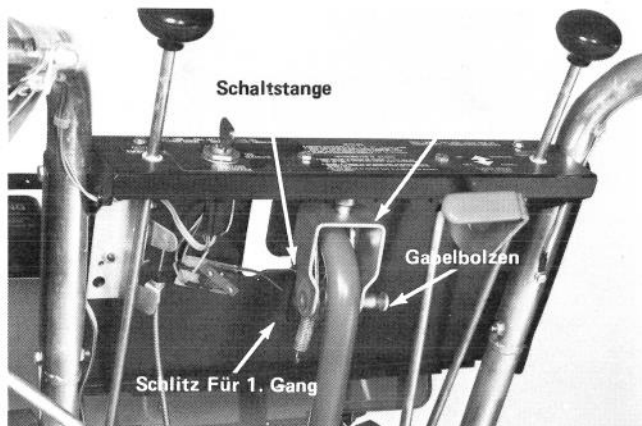
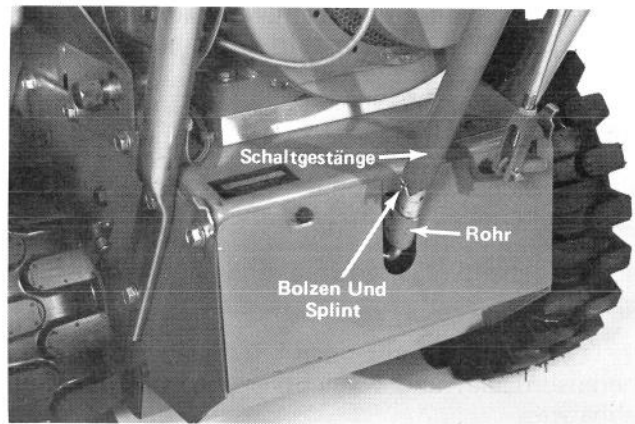

Abb. 5
Abb. 7
1. Die Schaltstange von hinten auf das untere Rohr schieben (Abb. 7) und den Gangschalthebel durch den Schlitz für den 1. Gang in der Bedienungskonsole stecken (Abb. 5). Dann die Bohrungen in der Schaltstange und Schaltgabel zur Deckung bringen und den Gabelbolzen von rechts einführen (Abb. 5).
3. Die Bohrungen im unteren Ende des Schaltgestänges und im Rohr in der Mitte des Geräts zur Deckung bringen, den Bolzen durchstecken und mittels Splint sichern (Abb. 7).